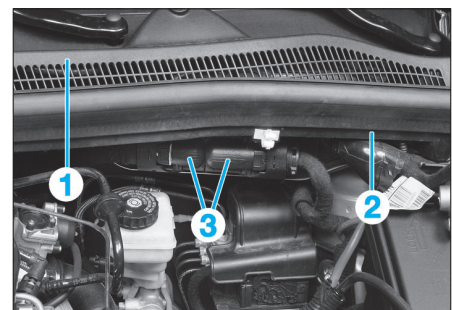
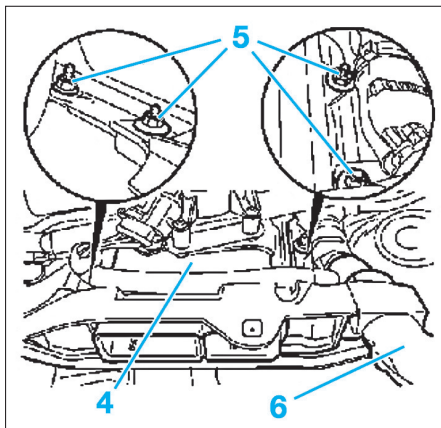

Fig. 29
Fig. 30
- Déposer la grille d'auvent (1) et la tôle de fermeture de tablier (2) (Fig.29).
- Débrancher les connecteurs (3) (Fig.29) du calculateur (4) (Fig.30).